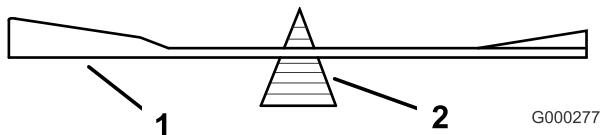
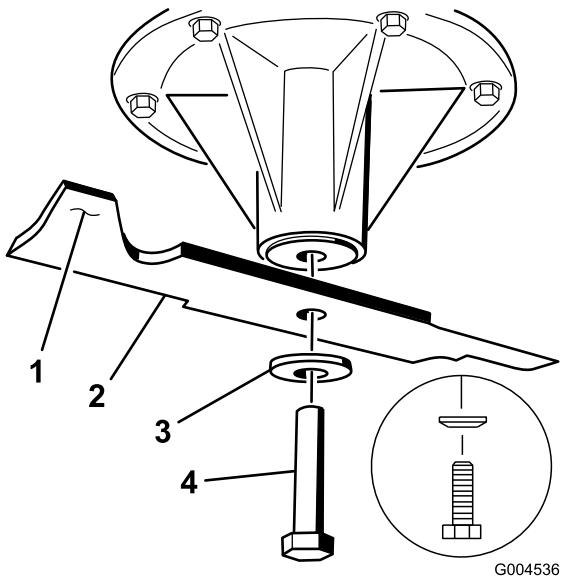

Figura 94
Figura 95
- Controllate l'equilibrio della lama posizionandola su un bilanciatore (Figura 94). Se la lama rimane in posizione orizzontale, è bilanciata e può essere utilizzata. Se la lama non è bilanciata, limate del metallo soltanto dalla costa (Figura 95). Ripetete la procedura finché la lama non è perfettamente bilanciata.
- Montate la lama sull'asse del fusello (Figura 95).
- Montate il disco elastico e il bullone della lama. Il cono del disco elastico deve essere rivolto verso la testa del bullone (Figura 95). Serrate il bullone della lama a 115–149 Nm.